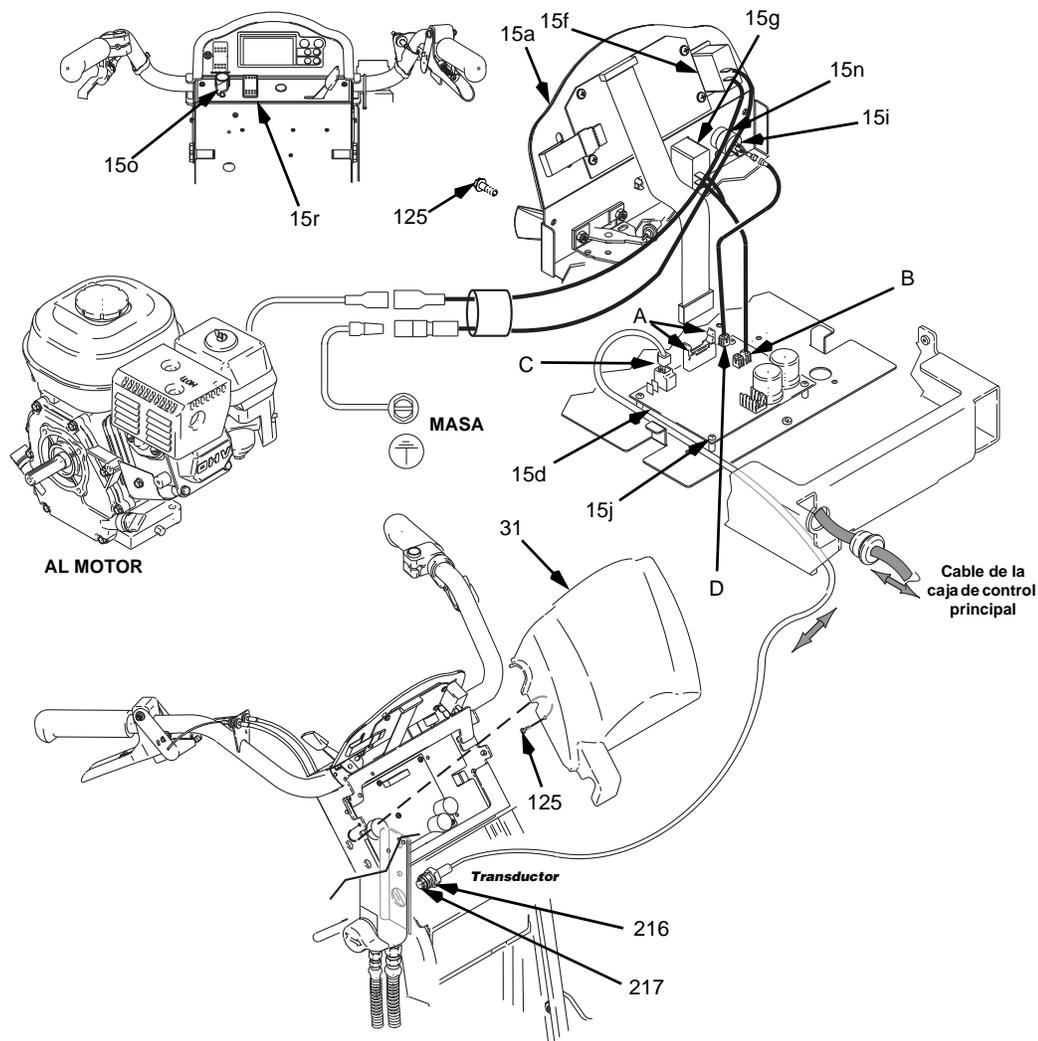

FIG. 13
2. FIG. 13. Retire dos tornillos (125) y la cubierta (31).
3. Quite los tres tornillos (125) de la placa de control (15a). Extraiga la placa de control para acceder al interruptor de ENCENDIDO/APAGADO (15g).
4. Presione la lengüeta de bloqueo del conector del interruptor de ENCENDIDO/APAGADO (B) y desconéctelo de la tarjeta de control.
2. FIG. 13. Retire los dos tornillos (125) y la tapa de la pantalla de visualización (31). Abra las aletas del conector de la pantalla de visualización en la tarjeta PC y saque el conector de visualización.
3. FIG. 13 y FIG. 21. Anote en un papel las conexiones de los hilos conductores en la tarjeta de control. Desconecte los hilos conductores de la tarjeta de control (15d).
4. FIG. 13. Retire los cuatro tornillos (15j) de la tarjeta de control (15d).
1. FIG. 13. Instale la tarjeta de control (15d) con los cinco tornillos (15j).
2. FIG. 13 y FIG. 21. Consulte la nota sobre las conexiones de los hilos conductores a la tarjeta de control. Conecte los hilos conductores a la tarjeta de control (15d).
3. FIG. 13. Empuje el conector de la pantalla de visualización en la tarjeta PC, cierre las aletas del conector de la pantalla de visualización de la tarjeta de PC. Instale la tapa del dispositivo de control (31) con los dos tornillos (125).
2. FIG. 13. Retire los dos tornillos (125) y la tapa del dispositivo de control (31).
3. Desconecte el hilo conductor del transductor (C) de la tarjeta de control (15d).
4. Retire el transductor del dispositivo de control de la presión (216) y la junta tórica (217) del colector del filtro (40).
1. FIG. 13. Instale la junta tórica (217) y el transductor del dispositivo de control de presión (216) en el colector del filtro (40). Apriete a un par de 35 - 45 ft-lb.
2. Conecte el hilo conductor del transductor (C) a la tarjeta de circuito impreso de control (15d).
3. Instale la tapa del dispositivo de control (31) con dos tornillos (125).
3. Desconecte el cable (D) de la tarjeta de control (15d).
2. FIG. 13. Instale el potenciómetro de ajuste de presión (15i), la tuerca del eje, la contratuerca y el botón del potenciómetro (15o).
3. Conecte el hilo conductor (D) a la tarjeta de control (15d).
4. Instale la tapa del dispositivo de control (31) con dos tornillos (125).